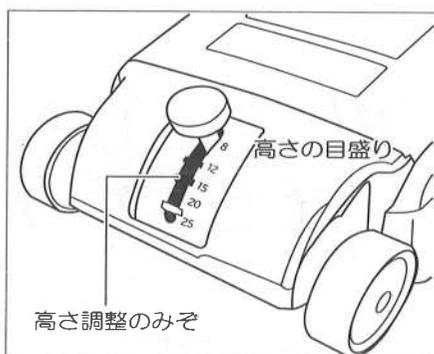

図10
- ③ 任意の刈り込み高さのみぞにいらしてください。(図10参照)